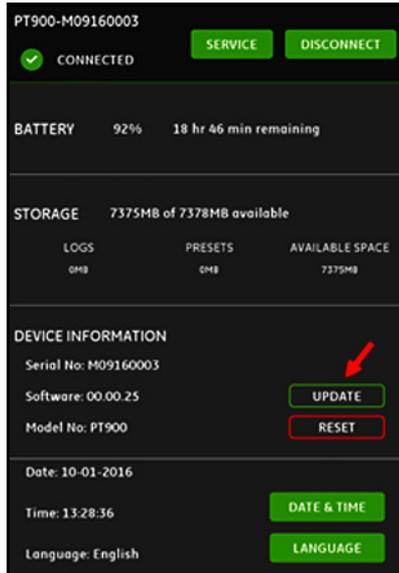

Figure 106 : bouton **UPDATE** (METTRE À JOUR) du menu TRANSMITTER (TRANSMETTEUR)
4. Dans le menu APP TRANSMITTER (TRANSMETTEUR DE L'APPLICATION), cliquez sur le bouton **UPDATE** (METTRE À JOUR) (voir la *Figure 106* ci-dessous) pour démarrer la mise à jour.